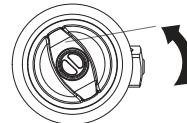

Fig 3
- Encaixar a cabeça intercambiável (chave fixa, chave estrela ou catraca) no encaixe do torquímetro (Fig. 3).
- Colocar la cabeza intercambiable (llave fija, llave estrella o llave matraca) en el encastre de torquímetro (Fig. 3).
- Install the interchangeable head (open end wrench, ring wrench or ratchet) properly on the torque wrench square drive (Fig. 3).